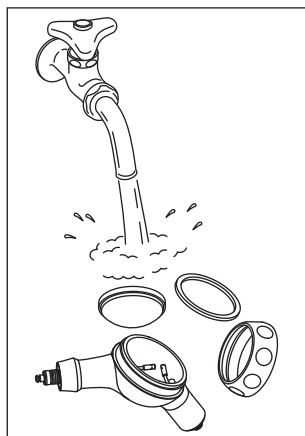

Fig.14
3) Lavare con acqua corrente qualsiasi residuo di polvere di pulizia accumulatasi all'interno del contenitore o sul tappo (Fig. 14).